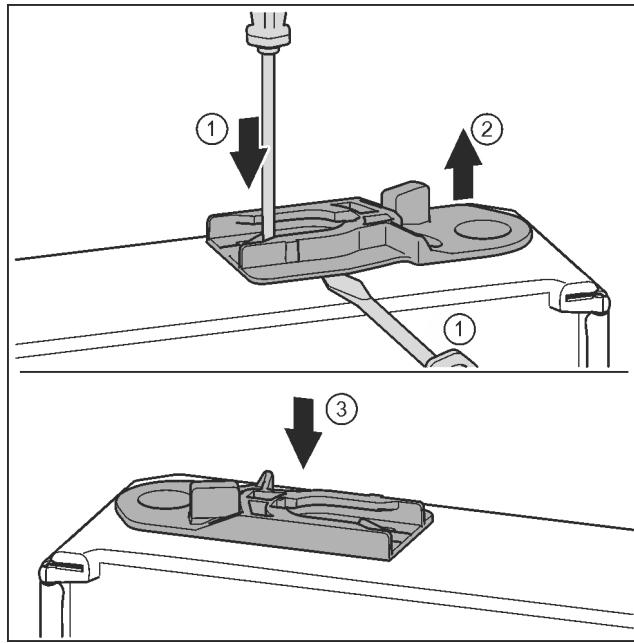

Fig. 32
- Extraer el casquillo de guía: presione la lengüeta con el destornillador para tornillos de cabeza ranurada y, al mismo tiempo, desplácela con el destornillador por debajo del casquillo de guía. *Fig. 32 (1, 2)*
- Introduzca el casquillo de guía incluido en el suministro en el otro lado de la carcasa. *Fig. 32 (3)*